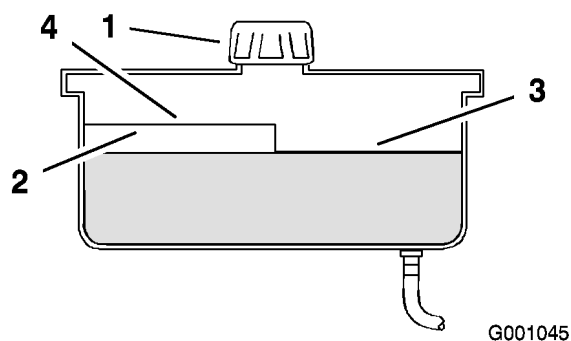

Figure 65
2. Nettoyez la surface autour du goulot de remplissage du réservoir hydraulique (Figure 65).
3. Enlevez le bouchon du goulot de remplissage et vérifiez si le réservoir contient du liquide (Figure 65).
Remarque: Lorsque l'huile est chaude, le niveau de liquide doit atteindre le haut du repère "à chaud" sur le déflecteur (Figure 65).